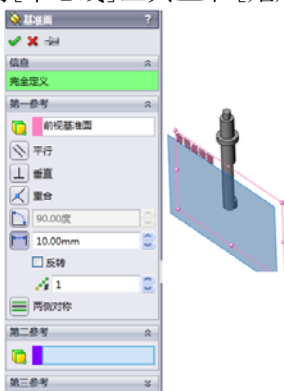
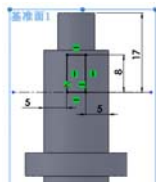

图 3-69 生成基准面
图 3-70 旋转切除用的草图
①选择特征管理器设计树上前视基准面, 选择 [插入] | [参考几何体] | [基准面] 命令。
②在 [基准面] 属性管理器中偏移距离按钮, 设置一个与前视基准面等距为 10mm 的基准面。
③如有必要选中 [反向] 复选框使基准面在前视面的另一侧, 如图 3-69 所示。
**06** 生成旋转切除基体特征。**①** 绘制草图。
3) 使用 [中心线] 工具和 [矩形] 工具绘制用于旋转切除的轮廓, 如图 3-70 所示。